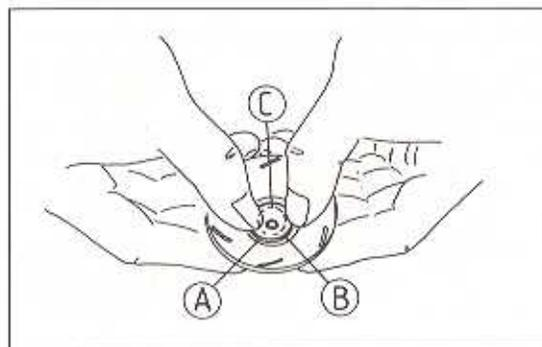

Bild 81
- Vor dem Anbau des Schleuderrads die Lauffläche der Dichtung und am Schleuderrad mit Kühlmittel schmieren (Bild 81).